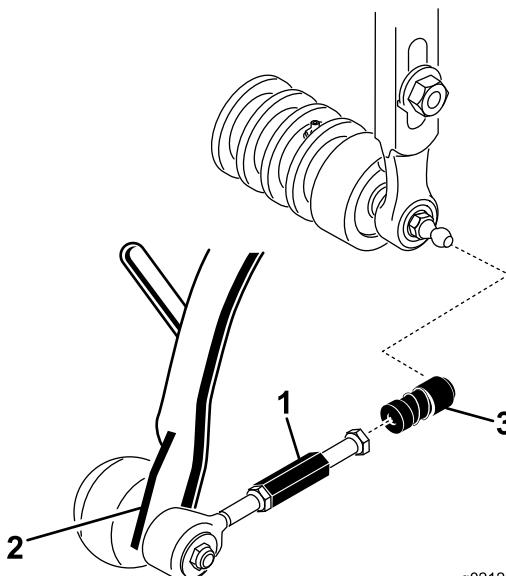

Bild 10
- Schieben Sie die Hülse an jeder Kugellageraufnahme zurück und haken Sie die Aufnahme in den Kugelbolzen der Schneideeinheit ein (Bild 10).